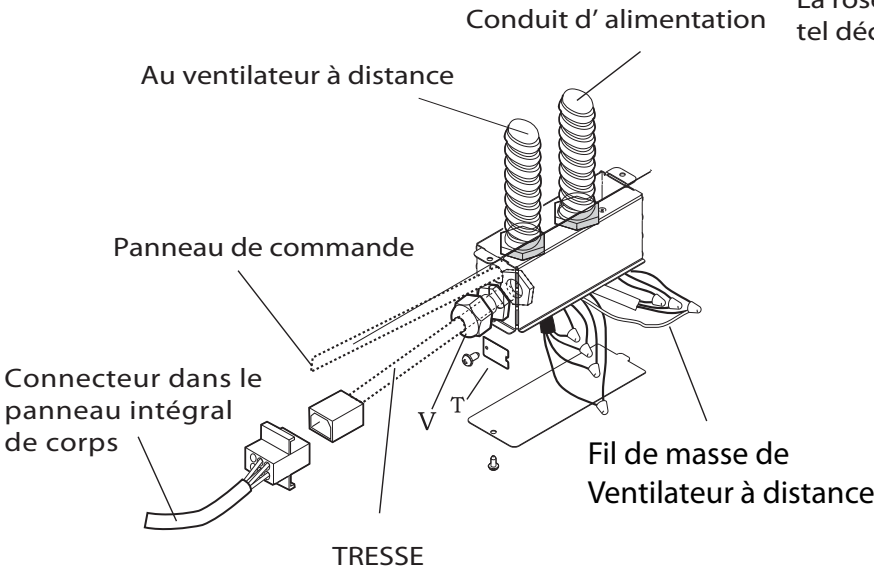

Figure 8
- 1. Retirer le couvercle du boitier J tel qu’indiqué par la figure 8.